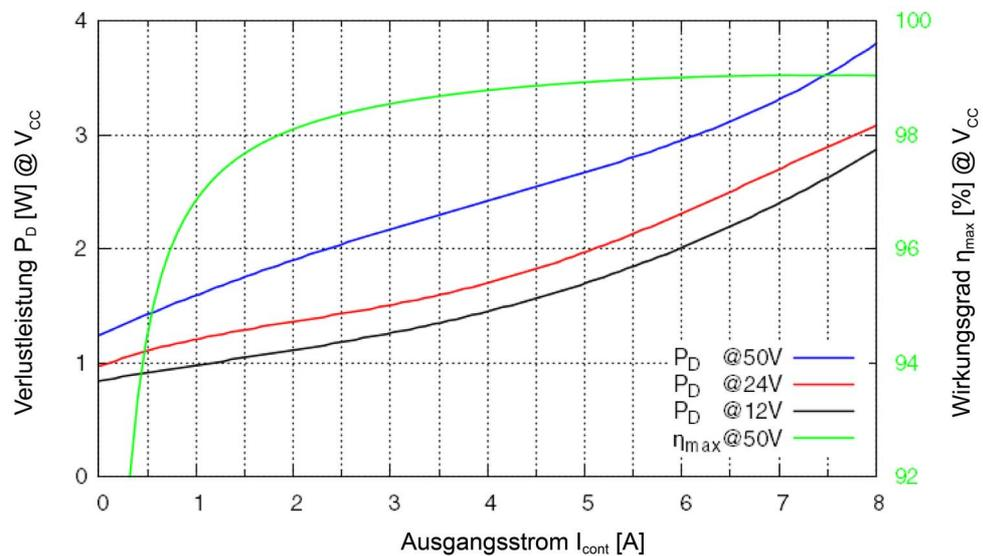

Abbildung 2-1 Verlustleistung und Wirkungsgrad
Erweiterter Bereich *1)	Module 50/8: +45...+85 °C Module 50/8 HE: +65...+92 °C Derating → Abbildung 2-1
- 2) → **Abbildung 2-1**